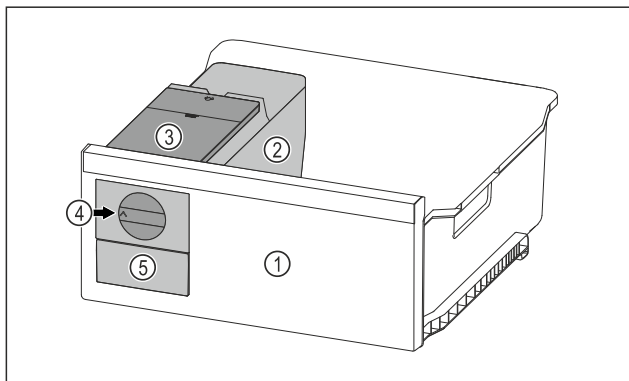

Fig. 120 Примерно изображение
- ▶ Завъртете въртящото се копче Fig. 120 (4) по часовниковата стрелка до упор.
- ▷ Ледените кубчета падат от формата за ледени кубчета в чекмеджето за ледени кубчета Fig. 120 (5). Ако не всички ледени кубчета се освобождават от формата за ледени кубчета: